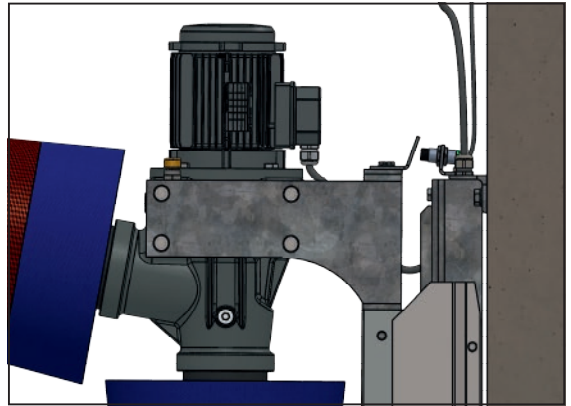

Figure 6 : Longueur du câble entre les points A et B = 55 cm, distance
7. Vérifier la distance du capteur par rapport à la cosse de commutation (Fig. 6).